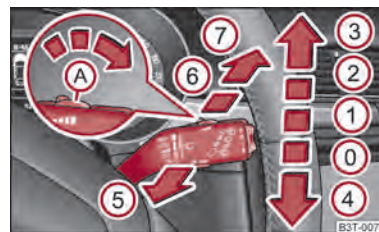

Fig. 51 Palanca de limpiaparabrisas
La palanca de limpiaparabrisas ⇒ fig. 51 tiene las siguientes posiciones:
- Si está conectado el barrido lento ② ⇒ fig. 51 o rápido ③ y la velocidad del vehículo disminuye por debajo de 4 km/h se conectará la velocidad de barrido inmediatamente inferior. En caso de aumentar la velocidad a más de 8 km/h se restablecerá el anterior barrido.
Si la palanca del limpiaparabrisas está en la posición ② ⇒ fig. 51 o ③, y se circula a una velocidad superior a 5 km/h, se produce un barrido en la luneta posterior cada 30 segundos o 10 segundos.
- Durante 5 segundos presione cinco veces la palanca de mando en la posición ⑥ ⇒ fig. 51.
Los faros se limpiarán después del primer y tras cada quinto rociado del parabrisas si está conectada la luz de cruce o de carretera y se ha mantenido la palanca del limpiaparabrisas durante aprox. 1 segundo en la posición ⑤ → fig. 51.
- A continuación, empujar en el transcurso de 10 segundos la palanca del limpiaparabrisas a la posición ④ → fig. 51 - los brazos de las escobillas se desplazarán a la posición de servicio.